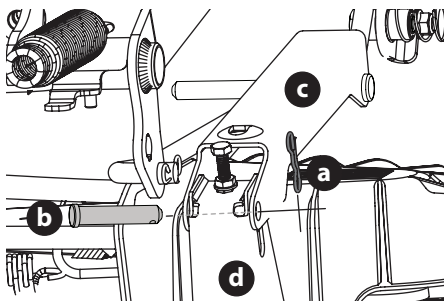

Figure 40
- a. Retirez les deux goupilles fendues (a) des axes de chape qui fixent les supports de relevage (c) aux supports de relevage arrière (d). Retirez les axes de chape (b) (Figure 40).